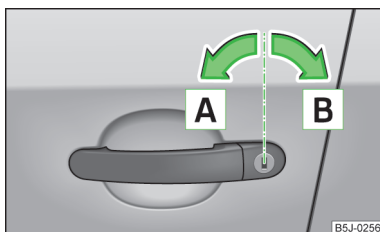

Fig. 14
- Girar la llave en el bombín de cierre de la puerta del conductor en dirección de marcha (posición de desbloqueo) **A** » fig. 14.
- Girar la llave en el bombín de cierre de la puerta del conductor en dirección contraria a la marcha (posición de bloqueo) **B** » fig. 14 de la página 31.